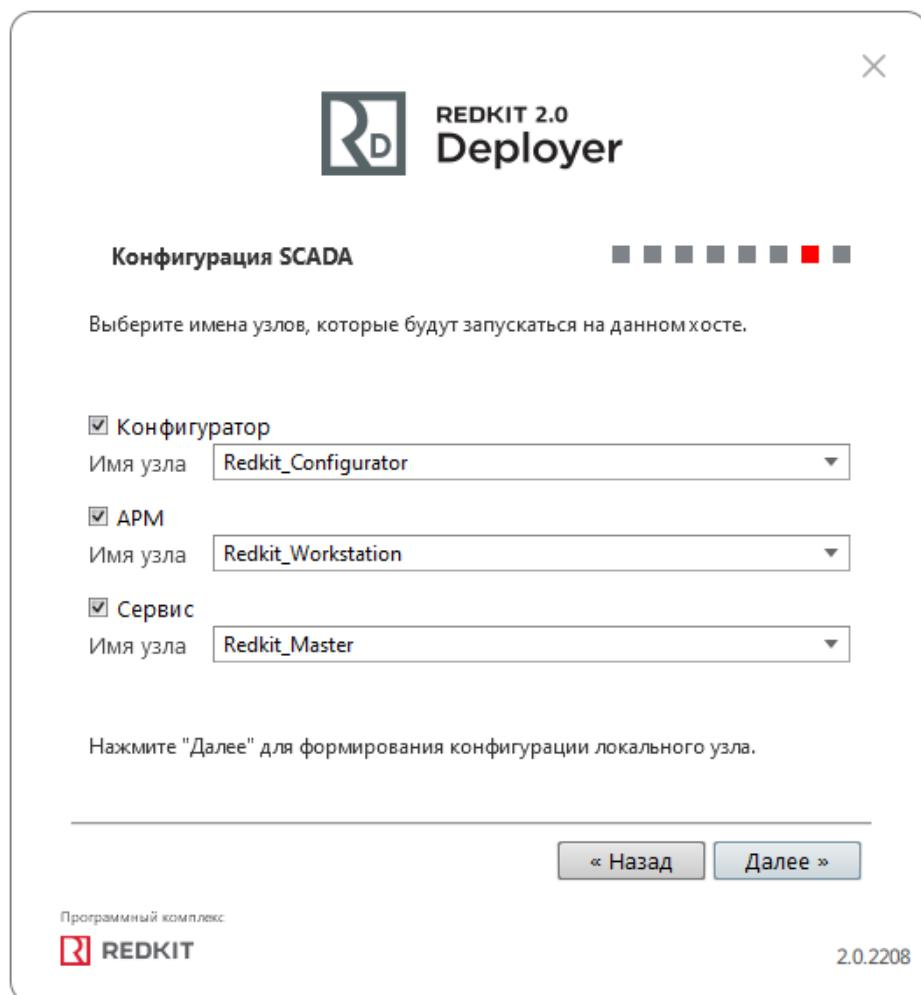

Рисунок 25 - Узлы
16. Оставьте имена узлов по умолчанию и нажмите **Далее** (Рисунок 25).